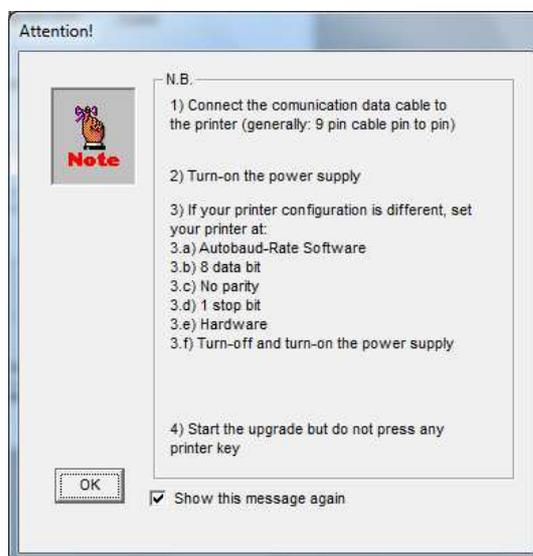

Рисунок 8 – Окно предупреждения
- 1.5.6. Появится окно предупреждения (см. Рисунок 8), нажмите на кнопку «ОК».